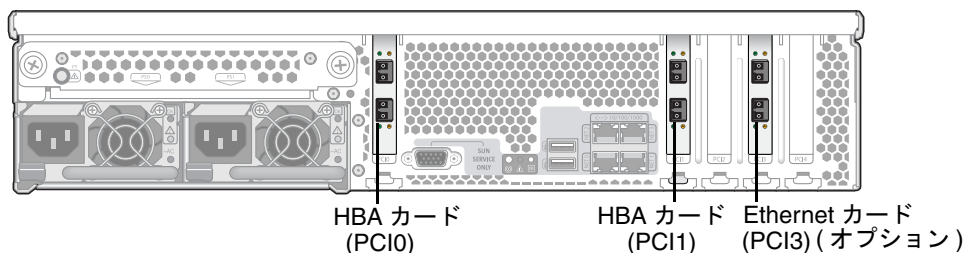

図 1-3 2 枚の HBA カードを装備した Sun StorageTek 5320 NAS Appliance の背面パネル
Sun StorageTek 5320 NAS Cluster Appliance 構成では、2 台の高可用性 (HA) サーバーが対で販売され、ソフトウェアシリアル番号でサーバー「-H1」およびサーバー「-H2」として識別されます。各サーバーは、2 枚のデュアルポート FC HBA カードを装備しており、その他のオプションのカードを取り付けることもできます (6 ページの「全構成のサーバーオプション」を参照)。図 1-3 に、2 枚の HBA カードを装備したサーバーの背面を示します。